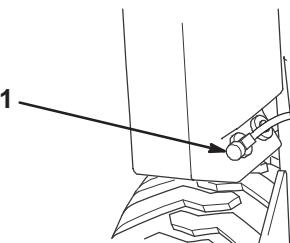

Figure 33
- Fermez le robinet d'arrivée de carburant au bas du réservoir de carburant (Fig. 33).
- Ouvrez le robinet d'arrivée de carburant au bas du réservoir de carburant (Fig. 33).
3. Fermez le robinet d'arrivée de carburant au bas du réservoir de carburant (Fig. 33).